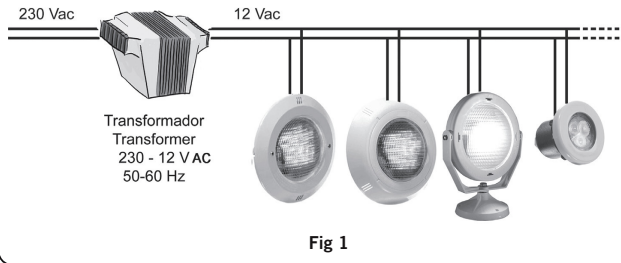

Fig 1
1. ELEKTRISCHER ANSCHLUSS (sehen Sie Abbildung 1):
1. ELECTRICAL CONNECTION (see figure 1):
1. CONNEXION ÉLECTRIQUE (voir figure 1):